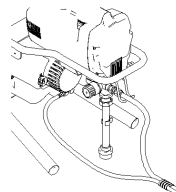

Abb. 3
3. Die verbundenen Schläuche flach nebeneinander legen. Das erste Schlauchband 60 bis 90 cm vor dem Spritzgerät anbringen. Weitere Bänder in Abständen von 60 bis 90 cm anbringen (Abb. 3 und 4).